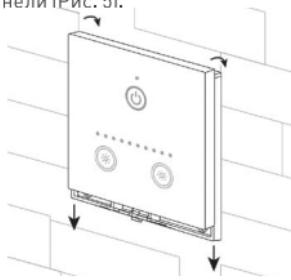

Рисунок 4. Установка панели.
- Аккуратно установите панель на закрепленное основание (Рис. 4).